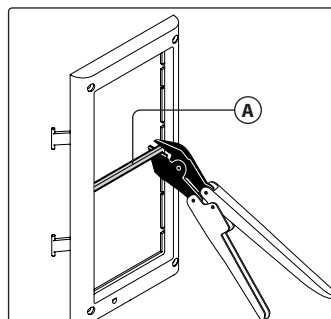

Fig. 9
- Per procedere con l'installazione del pannello con Art. 4852 o Art. 4882, rimuovere dalla cornice di supporto la traversa **A** come indicato in figura **Fig. 9**.